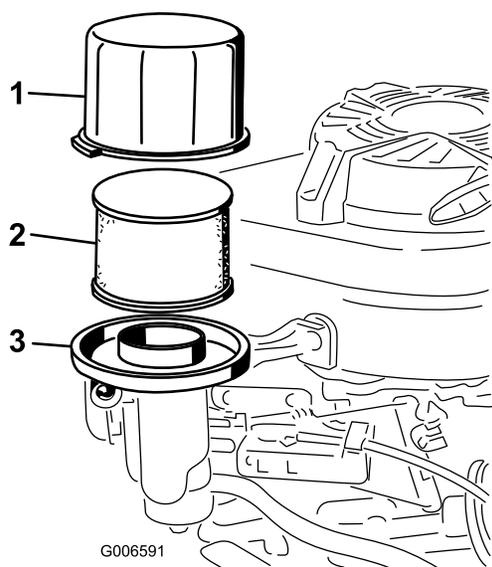

Figura 28
3. Retire a cobertura e limpe-a cuidadosamente (Figura 28).
4. Retire o pré-filtro de esponja e filtro de papel (Figura 28).
5. Retire o pré-filtro de esponja do filtro de papel (Figura 28) e substitua o filtro de papel se estiver excessivamente sujo.
6. Incline a máquina, com o filtro de ar para cima, para drenar o óleo para o recipiente de escoamento (Figura 28).